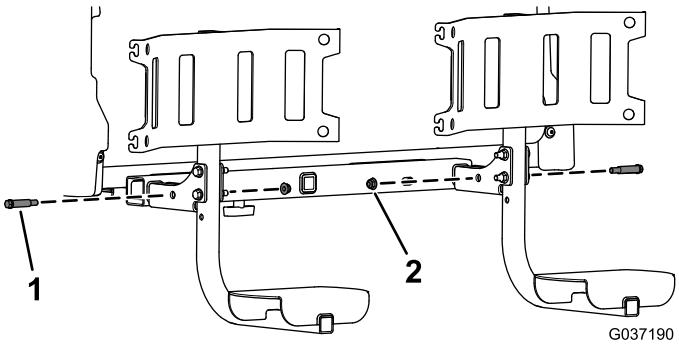

Bild 10
- Befestigen Sie die Mülleimerhalterungen am Montagerahmen mit 2 Zapfenschrauben (3/8" x 5/8") und 2 Bundmuttern (3/8"), wie in Bild 10 dargestellt.